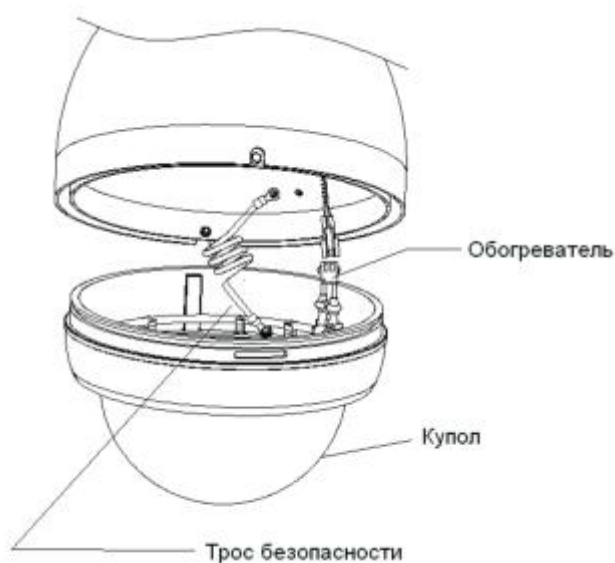

Рис. 1.3-4
- Купол камеры защищает основной модуль от внешнего воздействия среды. При монтаже купола сначала необходимо подключить обогрев камеры и закрепить трос безопасности на основании камеры (см. рис. 1.3-4).